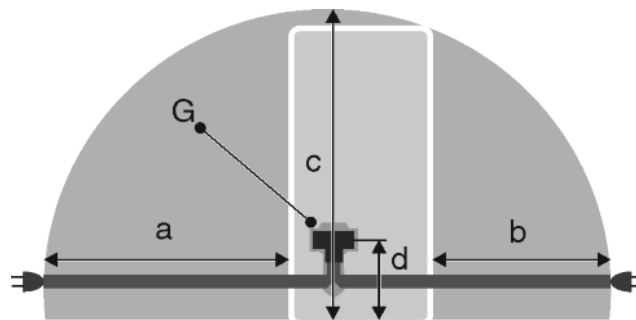

Fig. 21
- Kontaktdakša neatrodas ierīces mugurpuses zonā dotajā zonā Fig. 21 (a, b, c).
- ▶ Ievietojiet ierīces kontaktdakšu Fig. 21 (G) ierīces mugurpusē. Ievērojiet pareizo nofiksēšanu.